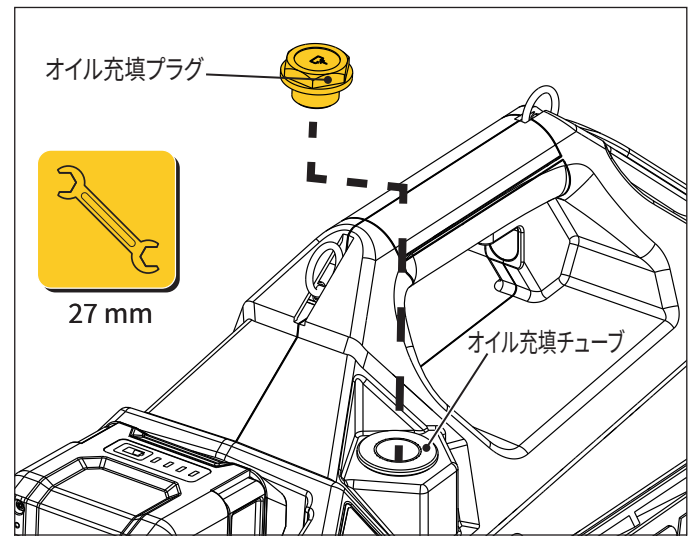

図12: オイル充填位置
5. 充填口からオイル充填プラグを取り外します。27 mmレンチを使用します。図12を参照してください。
4. 充填口からオイル充填プラグを取り外します。27 mmレンチを使用します。図12を参照してください。